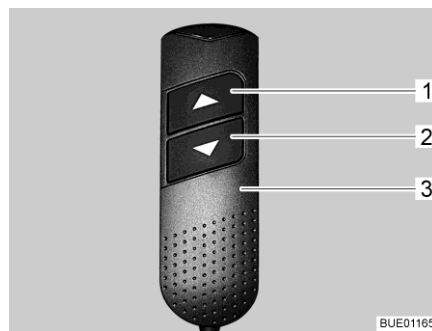

Bild 110 Kontrollenhet (högbar säng)
- Ta kontrollenheten (Bild 110,3) och tryck samtidigt på båda pilknapparna (Bild 110,1 och 2) tills den höjbara sängen har körts ända ned. När knappen släpps hörs en pipsignal som bekräftelse.
Öppna höjbar säng: ■ Ta kontrollenheten (Bild 110,3) och tryck på den nedre pilknappen (Bild 110,2) tills den höjbara sängen har körts ända ned.
Stänga höjbar säng: ■ Ta kontrollenheten (Bild 110,3) och tryck på den övre pilknappen (Bild 110,1) tills den höjbara sängen har körts ända upp.
- Kör den höjbara sängen med pilknappen (Bild 110,1 eller 2) en liten bit i motsatt riktning.